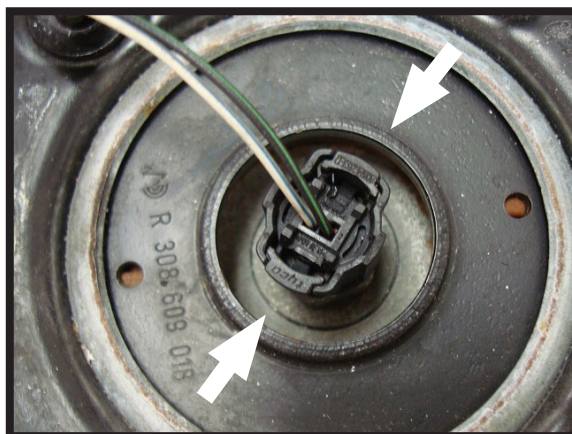

图4
6. 断开减震器顶部的电气接头（推动接头侧面可松开）。使用螺旋弹簧套件，导线无需捆扎。（图4）